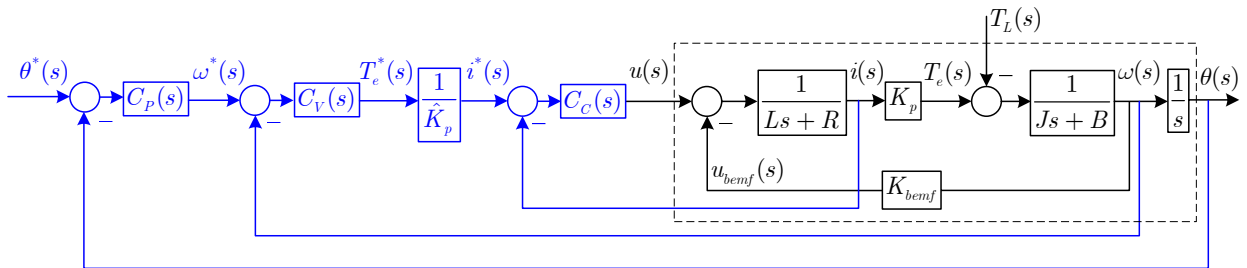

Figura 2: Control en cascada del motor de corriente continua.
5. Sintonizar los reguladores del control en cascada, dispuestos como se puede ver en la figura 2 por el procedimiento explicado en la prepráctica y con los valores indicados en la misma.